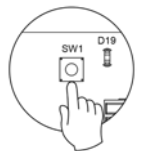

Fig. 104
**Reset del sistema:** En caso de necesitar resetear todo el sistema, diríjase a la central del sistema y mantenga pulsado SW1 hasta que el LED 19 deje de parpadear (Fig. 104).
**IMPORTANTE:** Para asociar los termostatos radio deberá abrir previamente el canal radio. Para ello pulse sobre SW1, el LED D19 estará el color rojo fijo (Fig. 104). Una vez abierto dispone de 15 minutos para realizar la asociación, en el caso de que se le agote el tiempo realice de nuevo esta operación. Recuerde no tener más de un canal abierto en la misma instalación de forma simultánea, puede ocasionar asociaciones erróneas.